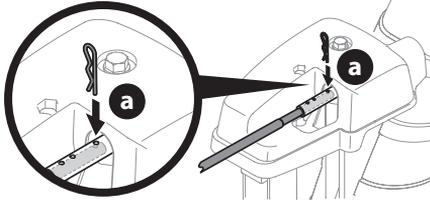

Figure 70
1. Retirez la goupille fendue (a) d'un des deux trous les plus éloignés de la tête de commande de la goulotte. Voir Figure 70.
2. Insérez la tige de commande de la goulotte jusqu'à ce que le trou de la tige s'aligne avec le troisième trou du raccord. Voir Figure 70.
3. Remplacez la goupille fendue (a) dans ce trou et dans la tige de commande de la goulotte. Voir Figure 70.